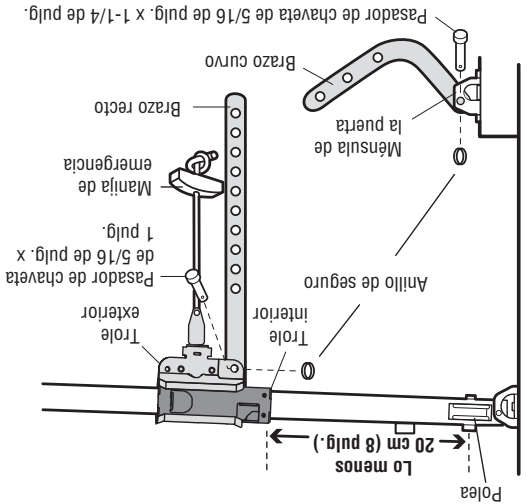

Figura 2
3. Fije la sección curva del brazo a la mensula de la puerta de la misma manera, con un pasador de chaveta de 5/16 de pulg. x 1-1/4 de pulg. Junte las dos secciones. Busque dos pares de orificios que estén alineados y una las secciones. Seleccione dos orificios que estén tan separados como sea posible para aumentar la rigidez del brazo de la puerta (Figura 2).